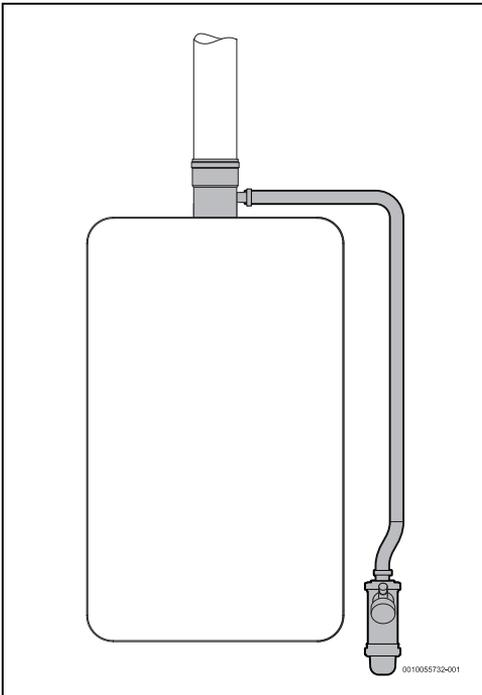

Fig. 16 Sifón de condensados (tubo vertical)
- El tubo es vertical (fig. 16), o